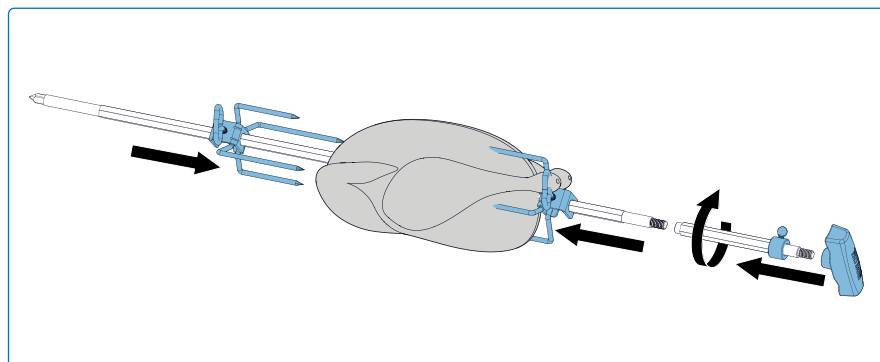

Fig. 4
3. Connectez la rallonge de la broche. Faites glisser la première fourchette de la rôtissoire juste après le milieu de la broche et serrez-la en place. Enfillez la viande sur la broche et poussez la viande dans la fourchette. Faites glisser la deuxième fourchette de la rôtissoire à l'autre extrémité de la broche et poussez la fourchette dans la viande jusqu'à ce qu'elle soit bien fixée. Serrez la fourchette en place (**Fig. 4**).